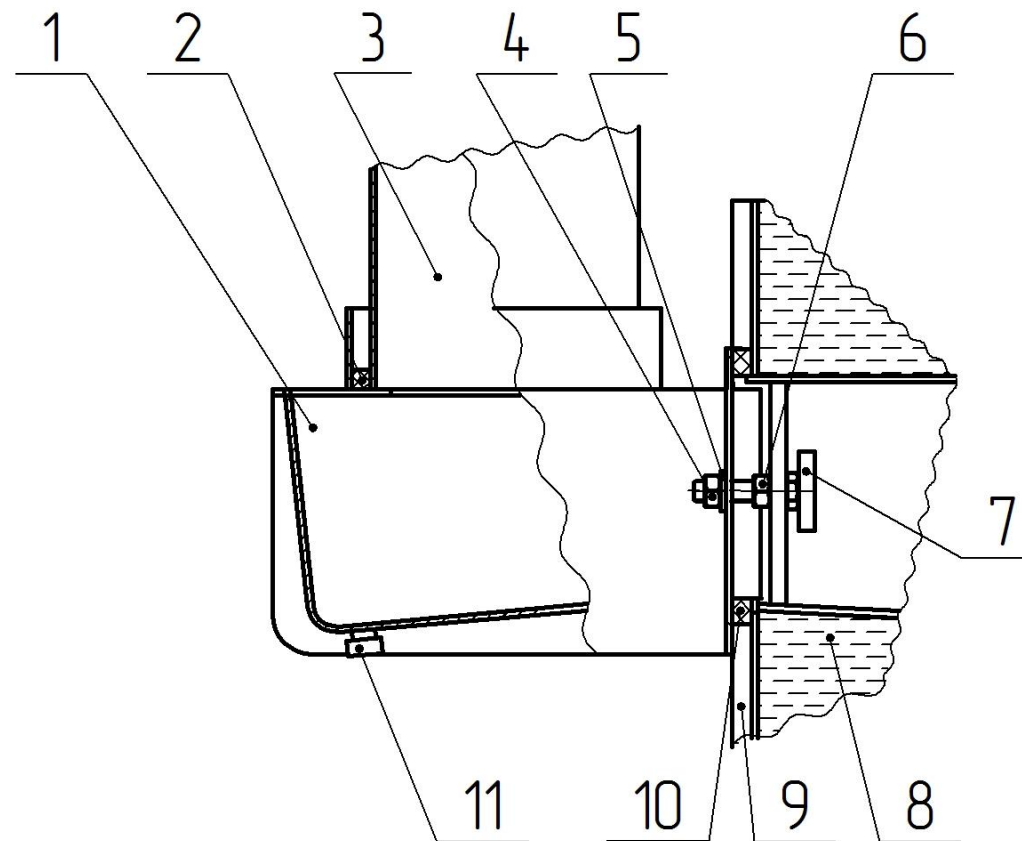

Рисунок 1. Установка дымохода
ПОРЯДОК УСТАНОВКИ ДЫМОХОДА (см. рис. 1)
Круглая дымовая труба устанавливается внутрь кольца дымохода. В этом случае гарантируется сбор конденсата внутри съёмного дымохода. Конденсат периодически сливать, отвернув заглушку (11) (см. рис. 1). Чистку дымохода проводить через котёл.